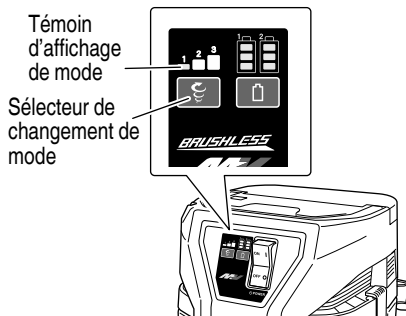

Fig. 11
6. Fonctionnement du commutateur (Fig. 11)